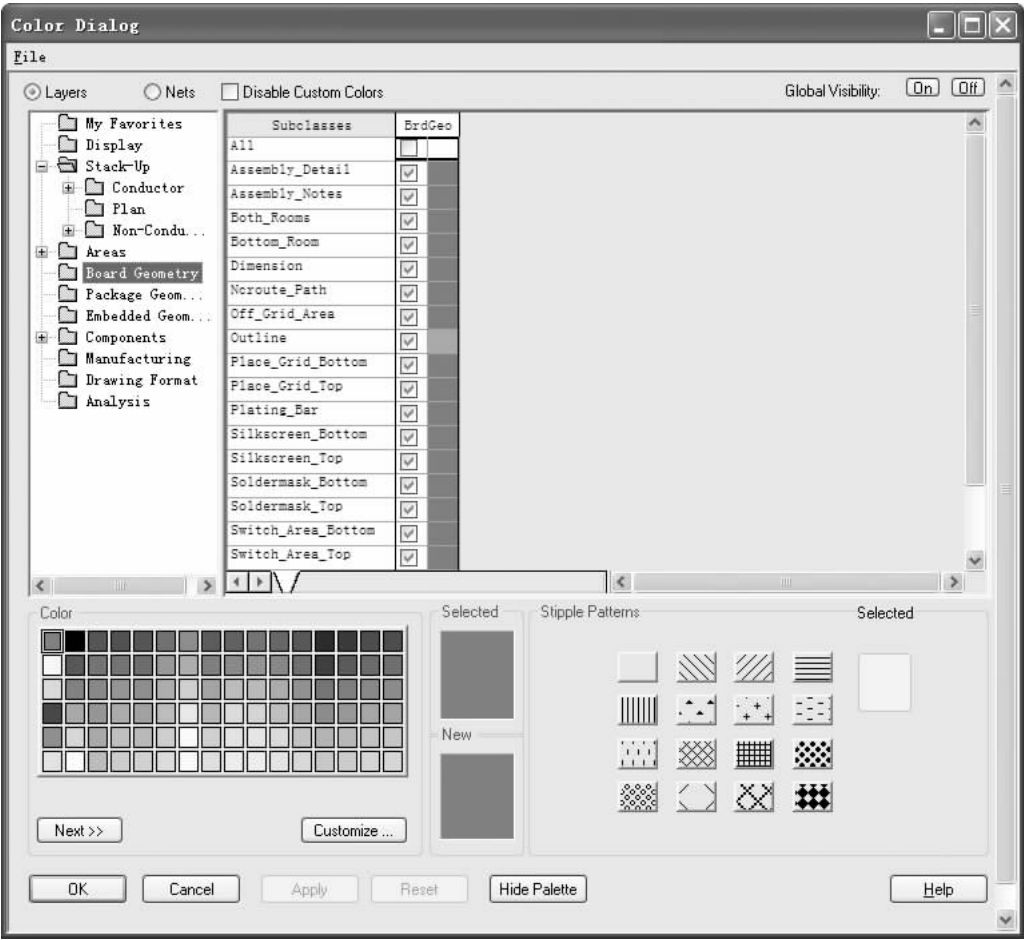

图 10-66 “Color Dialog（颜色系统）”对话框
1. 选择菜单栏中的“Display（显示）”→“Color（颜色）”命令，或单击“Setup（设置）”工具栏中的“Color（颜色）”按钮，也可以按〈Ctrl + F5〉组合键，弹出如图 10-66 所示的“Color Dialog（颜色）”对话框。